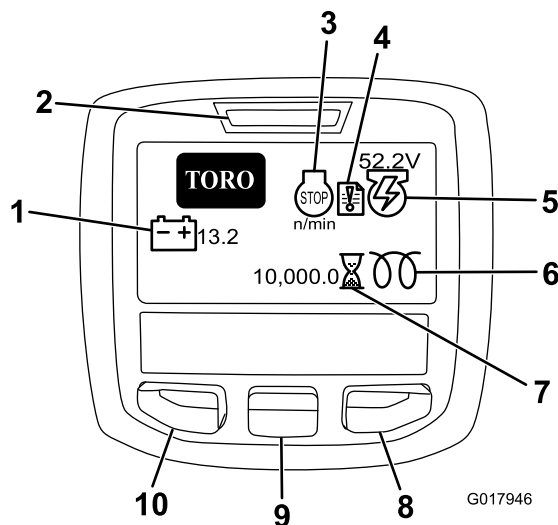
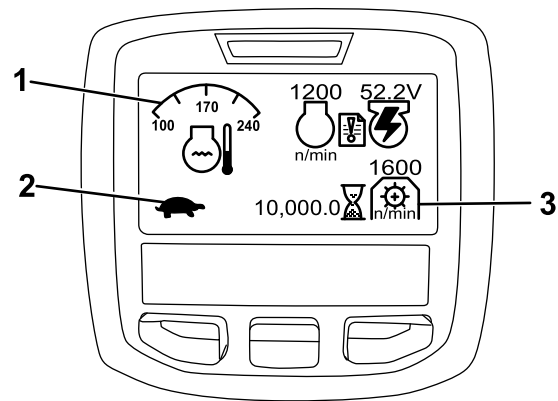

Figura 15
Figura 16
O ecrã LCD InfoCenter mostra informações acerca da máquina como, por exemplo, o estado do gerador, a velocidade e vários diagnósticos e outras informações acerca da máquina e bateria. Figura 15 e Figura 16 ilustra o ecrã de inicialização e ecrã de informação principal do InfoCenter. Pode alternar entre o ecrã de inicialização e o ecrã de informações principal a qualquer altura pressionando qualquer dos botões
3. Utilizando o gráfico apropriado (Figura 16) para as unidades de corte de 5, 8, 11 ou 14 lâminas, escolha a velocidade adequada dos cilindros.